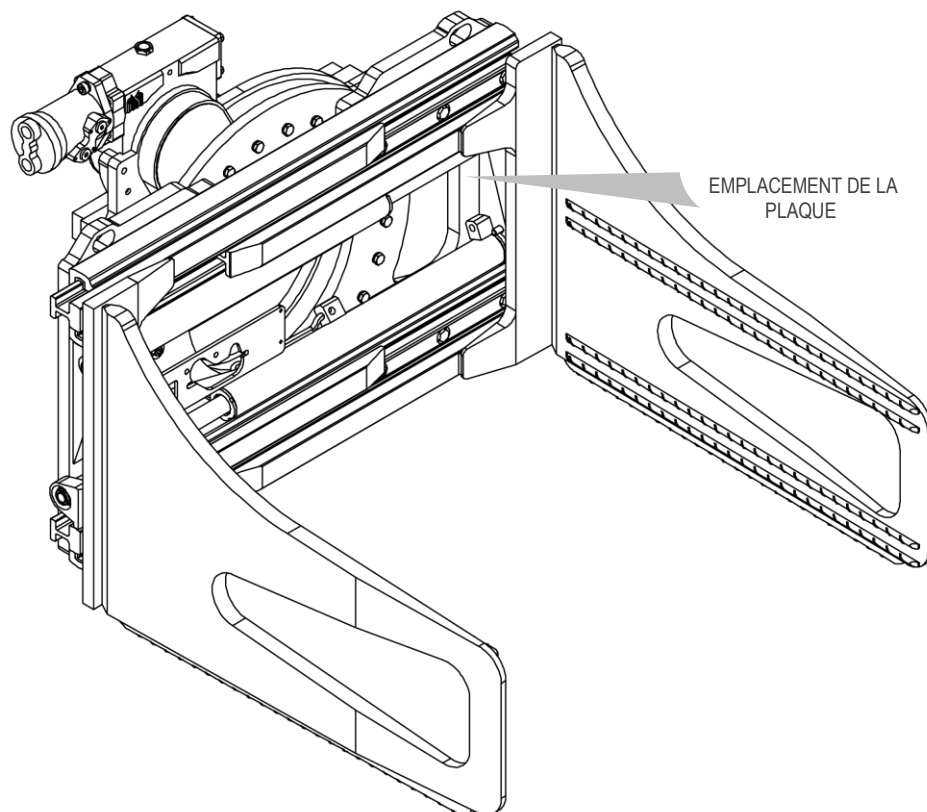

Figure 1
Tous les équipements A.T.I.B. - « PINCE TOURNANTE 360° POUR BALLES AVEC MÂCHOIRES MINCES - TYPE 301.474.131 » sont identifiés à l'aide d'une plaque adhésive (voir *Tableau 1*) placée sur l'équipement (l'emplacement de la plaque d'identification peut changer en fonction de l'équipement, voir *Figure 1*). Toujours se référer au numéro de série.
5. Pour la manutention, utiliser des sangles ou des chaînes dont les dimensions sont adaptées au poids de l'équipement, comme indiqué sur la plaque d'identification (voir *Figure 1* et *Tableau 1* page 6).
10. Raccorder le circuit hydraulique en s'assurant que la pression de service des tuyaux est supérieure ou égale à la pression indiquée sur la plaque d'identification (voir Figure 1 et Tableau 1 page 6).
6. Pour la manutention, il sera nécessaire d'utiliser des sangles ou des chaînes dont les dimensions sont adaptées au poids de l'équipement, comme indiqué sur la plaque d'identification (voir Figure 1 et Tableau 1 page 6).